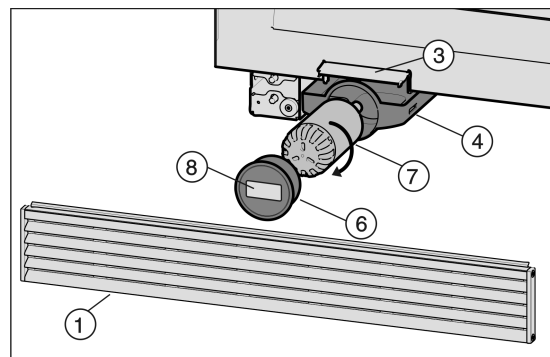

Fig. 59
- Dado el caso, retire la rejilla de aire Fig. 59 (1).
- Retire la tapa del filtro Fig. 59 (6).
- Coloque el filtro de agua Fig. 59 (7) y gírelo unos 100° en el sentido de las agujas del reloj hasta que haga tope.
- Introduzca el cajón Fig. 59 (4).
- Introduzca la tapa del filtro Fig. 59 (6).
- Anote la fecha de la próxima sustitución en la etiqueta adhesiva Fig. 59 (8) suministrada y pegue dicha etiqueta en la tapa del filtro Fig. 59 (6).
- Coloque la rejilla de aire Fig. 59 (1).